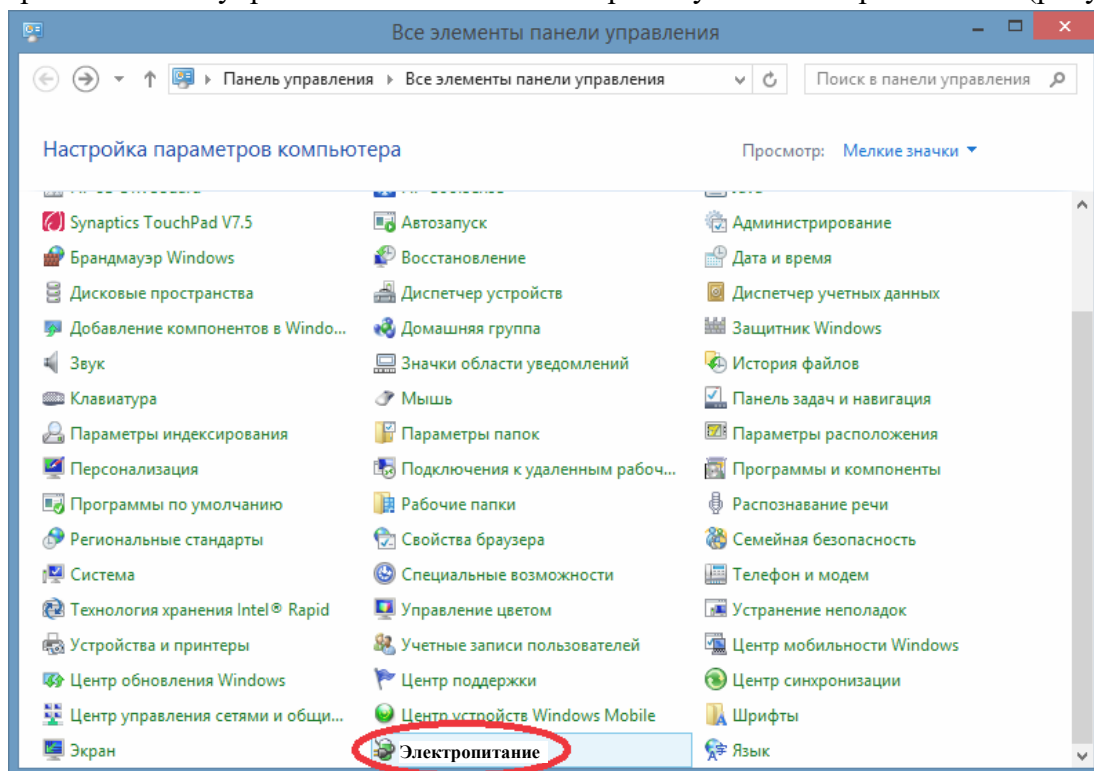

Рисунок 10
- 1) открыть «Панель управления Windows» и выбрать пункт «Электропитание» (рисунок 10);